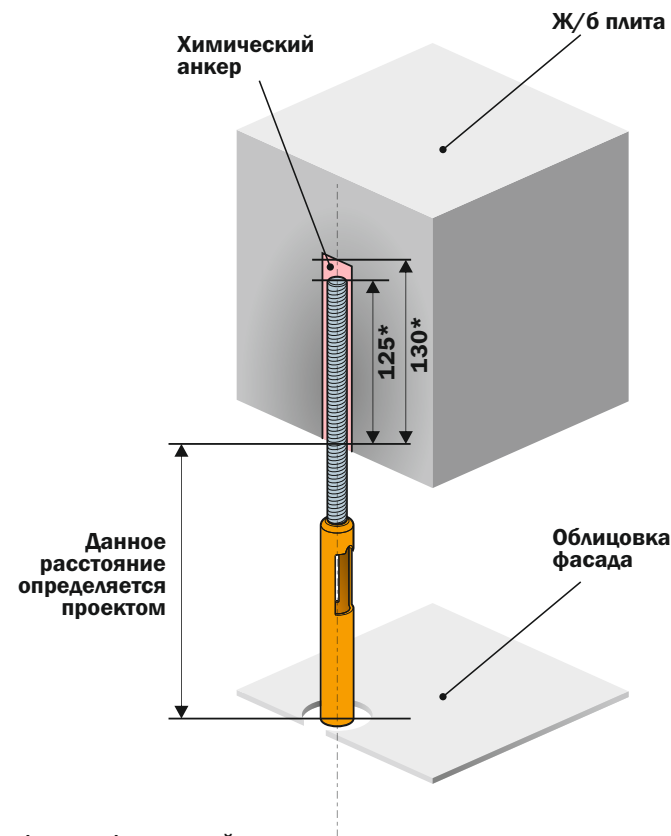

Рис. 5 Установка (монтаж) кронштейна (* - данные размеры указаны в соответствии с таблицей производителя химических анкеров Партнер).
5. Установите кронштейн в проектное положение. Дождитесь отверждения химического анкера (рис. 5).